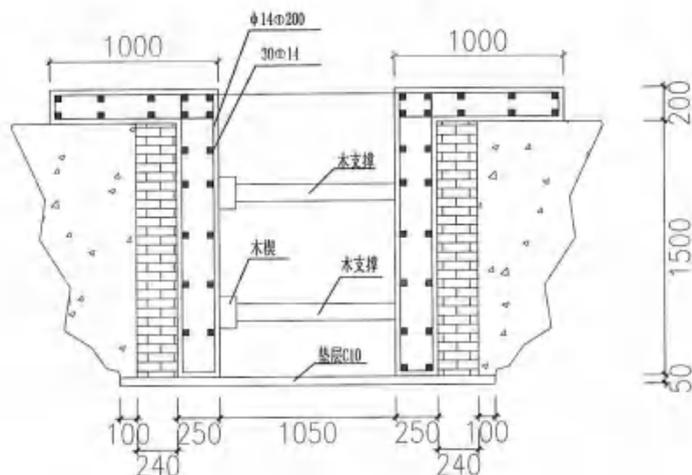

图7-4 地下连续墙
(1) 地下连续墙：开挖出一条狭长的深槽，清槽后，在槽内吊放钢筋笼，然后用导管法灌注水下混凝土筑成一个单元槽段，如此逐段进行，在地下筑成一道连续的钢筋混凝土墙壁，作为截水、防渗、承重、挡水结构，如图 7-4 所示。
(2) 成本分析：1400 元 / m³。